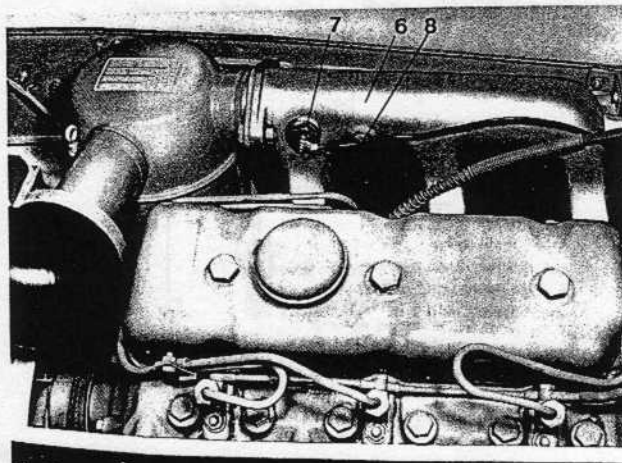

Abb. 2
- h. Evtl. vorhandene Bohrung für Einsprühdüse mit Stopfen (8 Abb. 2) verschließen.